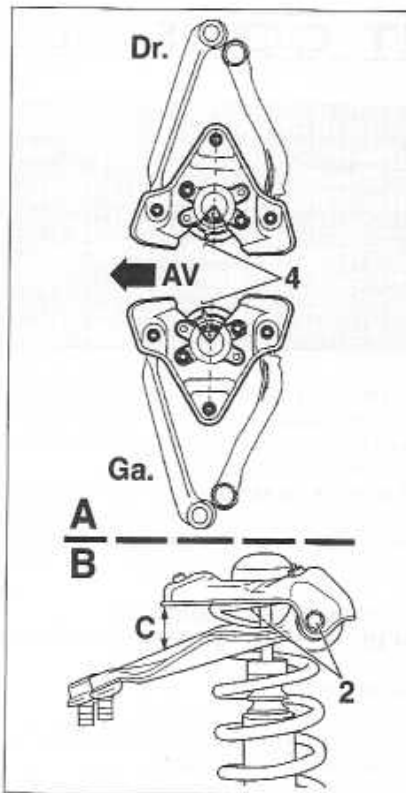

FIGURE 6-5
Les alésages (4) de la coupelle supérieure doivent être positionnés vers le centre du véhicule (figure 6-5).
Ajuster les bras supérieurs à une cote de « C = 47 ± 2 mm » par rapport au palier de fixation de l'élément de suspension (figure 6-5).